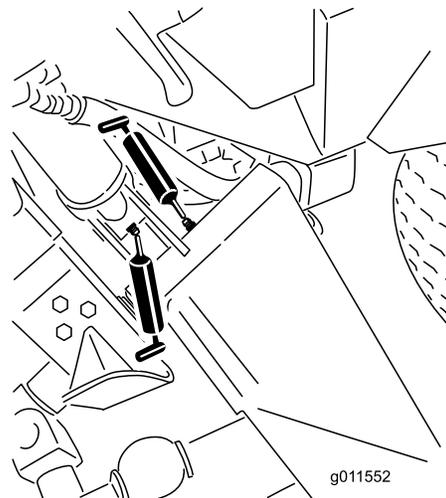
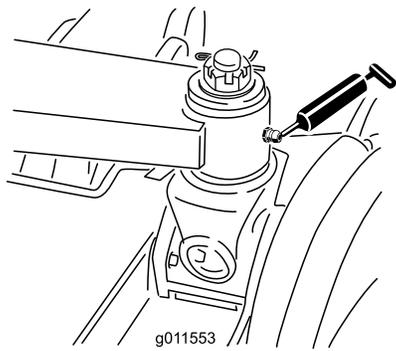

Figura 43
Figura 44
- 6 boccole del braccio di sollevamento principale (Figura 43 e Figura 44)